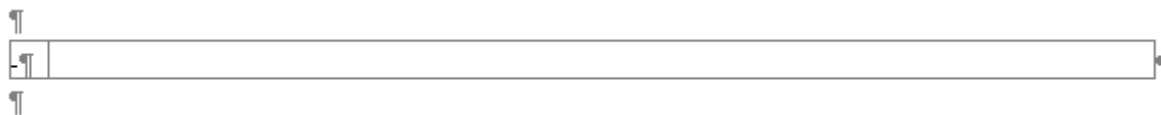

Рисунок 209
3) При этом в документе появится строка таблицы, состоящая из двух столбцов (рисунок 209). В левом столбце находится маркер (или номер пункта, если выбран нумерованный список). Правый столбец предназначается для ввода текста.